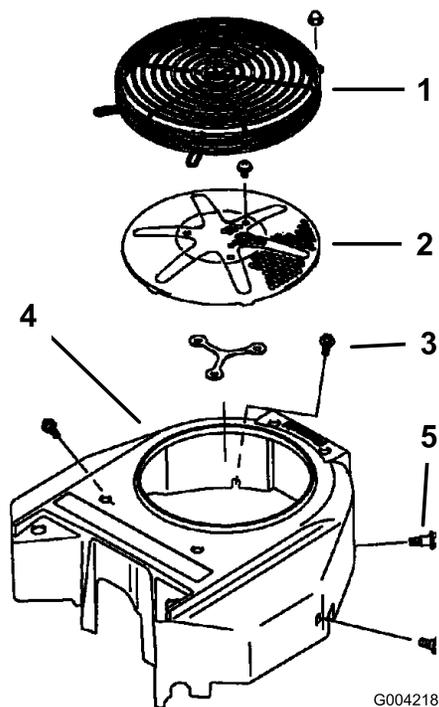

Figura 74
Antes de cada uso, elimine cualquier acumulación de hierba, suciedad u otros residuos de la rejilla del motor. Esto ayuda a asegurar una refrigeración adecuada y una velocidad de motor correcta, y reduce la posibilidad de sobrecalentamiento y daños mecánicos al motor (Figura 74).
3. Retire la rejilla de entrada de aire, el arrancador de retroceso y la carcasa del ventilador (Figura 74).
5. Instale la rejilla de entrada de aire, el arrancador de retroceso y la carcasa del ventilador (Figura 74).